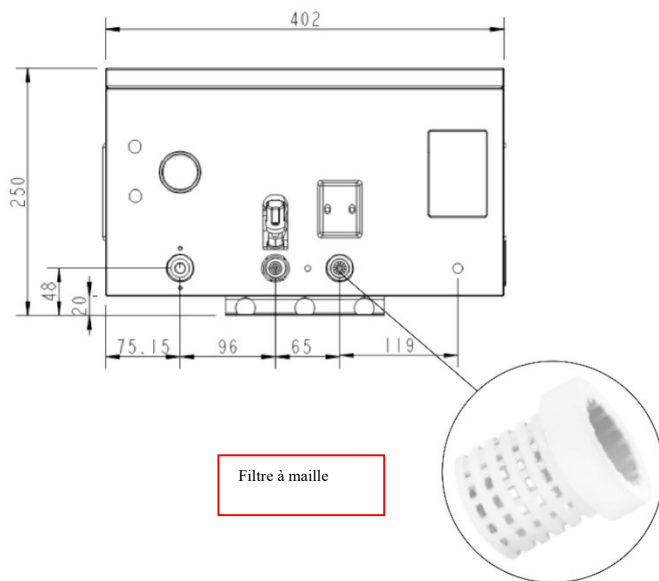

Figure 13. Filtre à maille
- Ouvrez le tuyau de retour et sortez le filtre à mailles du tuyau de dérivation du chauffe-eau (voir Figure 13) ;